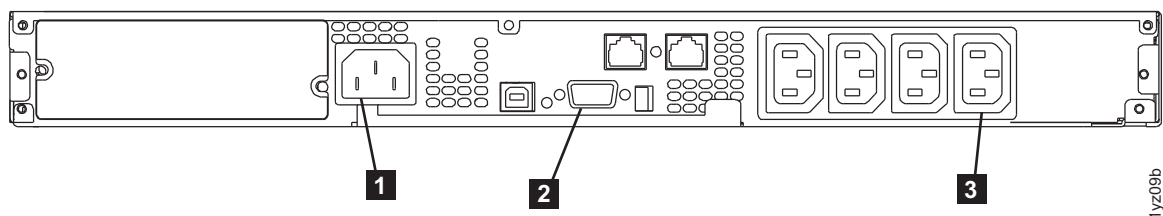

図 348. 2145 UPS-1U (背面図)
9. 2145 UPS-1U の背面で、SAN ボリューム・コントローラーの電源ケーブルをロード・セグメント 2 コンセント (455 ページの図 348 の **3**) に接続します。該当する場合、電源ケーブル保持ブラケット (図 347 に示す) を取り付けます。
10. SAN ボリューム・コントローラーの信号ケーブルを通信ポート (455 ページの図 348 の **2**) に再接続します。
11. 2145 UPS-1U の主電源ケーブルを (電力配分装置または 冗長 AC 電源スイッチ のいずれかからの) 入力コネクタ (455 ページの図 348 の **1**) に再接続します。
これで、2145 UPS-1U は待機モードになり、SAN ボリューム・コントローラーがオフラインになるはずです。図 348 に示されているすべてのインディケーターがオフになります。